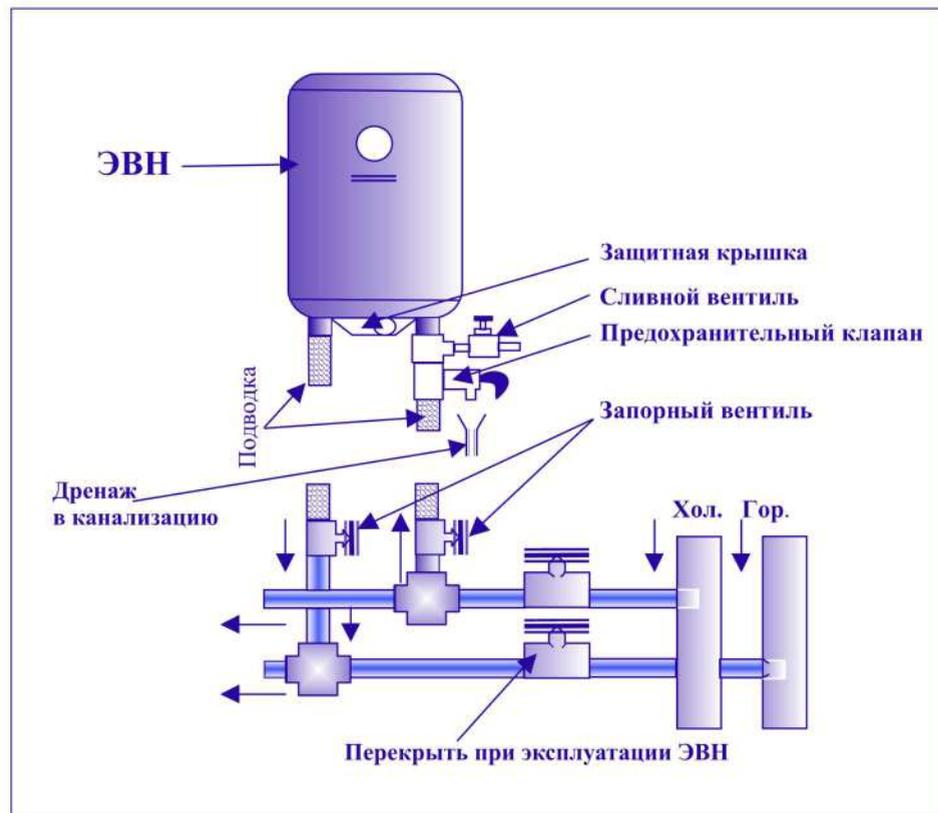

Рис. 1. Схема подключения ЭВН к водопроводу
Подключение к водопроводной системе производится в соответствии с Рис. 1 при помощи медных, пластмассовых труб или специальной гибкой сантехподводки. При монтаже не допускается чрезмерных усилий во избежание повреждения патрубков, стеклофарфорового покрытия внутреннего бака ЭВН.
**Примечание:** для облегчения обслуживания ЭВН в процессе эксплуатации рекомендуется установка сливного вентиля (не входит в комплект поставки ЭВН) в соответствии с Рис. 1. Если давление в водопроводе превышает 0,6 МПа, то на входе перед предохранительным клапаном необходимо установить соответствующий редуцирующий клапан (не входит в комплект поставки ЭВН).